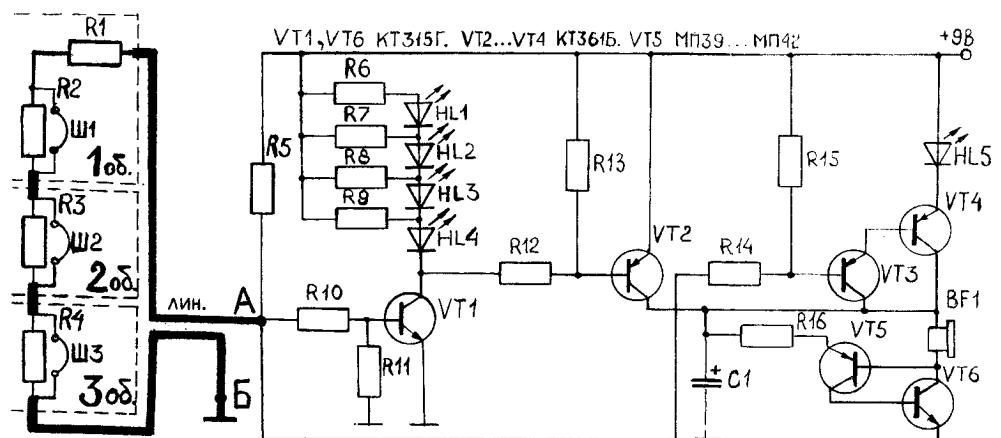
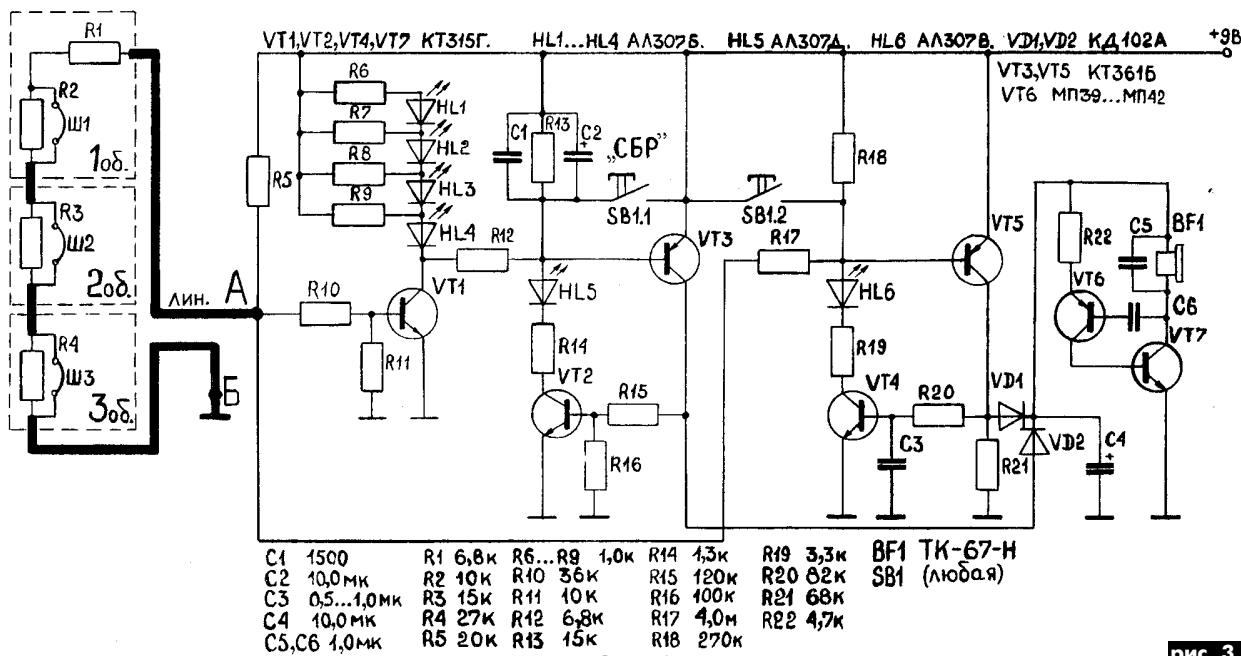

рис. 1
рис. 3
Охранное устройство, приведенное на **рис. 1**, состоит из трех схем:
Охранное устройство на **рис.3** отличается от охранного устройства на **рис.1** тем, что момент обрыва одного из шлейфов или обрыва линии связи фиксируется схемой на транзисторах VT2 и VT3, а короткое замыкание – схемой на VT4, VT5. В этом варианте охранного устройства звуковой генератор на VT6, VT7 генерирует прерывистый звуковой сигнал, что для слуха более восприимчиво, чем непрерывный тональный сигнал (особенно во время сна). Светодиод HL5 светится, если хотя бы кратковременно отключен один из шлейфов или линия связи, а HL6 – если хотя бы кратковременно произойдет короткое замыкание в линии связи. Конденсаторы C1...C3 устранили помехи от сети, которые вызывают ложное срабатывание фиксирующих схем, в результате чего подается сигнал тревоги, без нарушений на охраняемых объектах или в линии связи.
Охранное устройство на **рис.4** выполнено на транзисторах и микросхемах. Оно, как и охранное устройство на **рис.3**, осуществляет фиксацию обрыва линии связи или любого из шлейфов схемой на элементах DD1.1...DD1.3, а короткого замыкания – на элементах DD1.4...DD1.6. Звуковой сигнал генерирует схема на микросхеме DD2. Реализация этого охран-
**Детали и конструкция.** Во всех схемах охранных устройств можно использовать транзисторы KT315 и KT361 с различными буквенными индексами, а вместо МП39..МП42 использовать МП26Б. Вместо составного транзистора VT3, VT4 (см. **рис.1**) можно использовать KT972. Диоды всех схем любого типа. Телефонный капсюль BF1 можно заменить на другой. Важно, чтобы он был низкоомным и воспроизводил звук с достаточной громкостью. Резисторы и конденсаторы любые из имеющихся в наличии. Светодиоды АЛ307 можно заменить на зарубежные, которые имеют такой же внешний вид, но меньше по габаритам. Переключатель S1 и все кнопки любого типа. Трансформатор T1 мощностью 1,5 Вт с выходным напряжением 10..12 В.
**Конструктивно** элементы схем **рис.1, 3 и 4**, кроме светодиодов, органов коммутации телефонного капсюля, монтируют на печатной плате, а печатную плату, телефонный капсюль, источник питания и батарею монтируют внутри коробки. На передней панели коробки устанавливают светодиоды и органы коммутации. Резистор(ы) и геркон датчика размещают внутри корпуса из диамагнитного материала. Во избежание попадания влаги в корпус датчика его изолируют от окружающей среды резиновыми прокладками. Предусмотрено крепление датчика на коробке двери охраняемого объекта, а магнита – на полотне двери.
Затем подключают резистор R1 датчика 1-го объекта к точке А и корпусу устройства и подбирают резистор R14 (см. рис.1). Подбор считается законченным в момент полного запирания транзисторов VT3, VT4. Об этом свидетельствует полное погасание светодиода HL5 и отсутствие каких-либо звуков с телефонного капсуля. Если после такого подбора соединить точку А устройства с корпусом, то должен светиться светодиод HL5, и генерироваться звуковой сигнал, сообщающие, что в линии связи короткое замыкание. В схемах на рис.3 и 4 резистор R17 подбирают аналогично. Сопротивление резисторов R16 на рис.1 и R22 на рис.3 возможно придется подобрать по наилучшему звуку. На схеме рис.4 при настройке может понадобится подобрать резисторы R19, R21. Диод VD5 может и не понадобиться. Это определяется экспериментально во